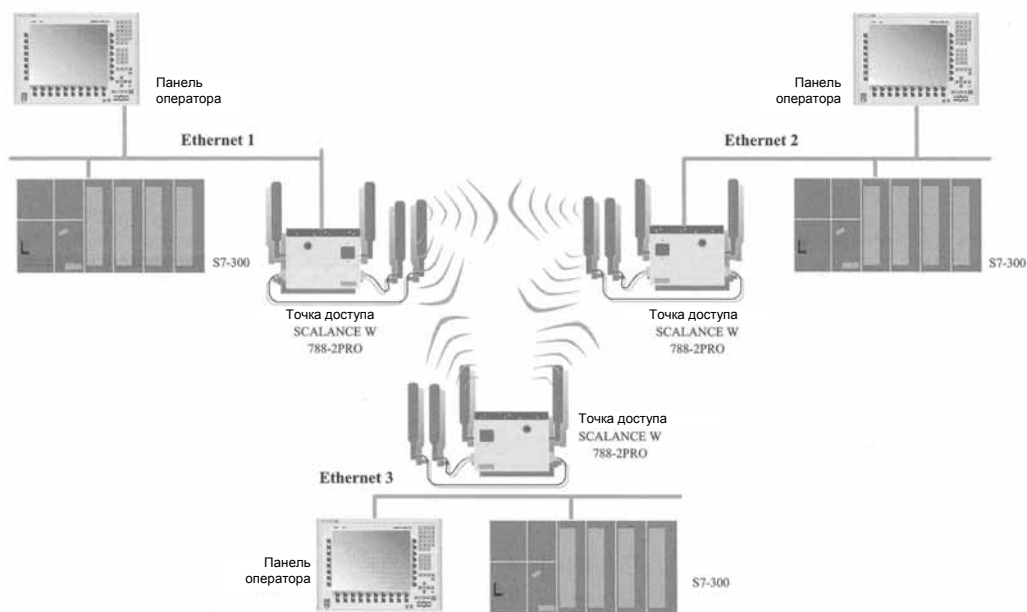

Рис. 7.17 Режим соединения "точка к точке" (Point-to-point mode) с использованием двойной точки доступа SCALANCE W788-2PRO
- Режим соединения "точка к точке" (Point-to-point mode): Для данного режима используются два радиоинтерфейса каждой двойной точки доступа SCALANCE W788-2PRO, что обеспечивает резервирование радиосети (реализация резервных сегментов с связующим деревом сети) (см. рис. 7.17). При отказе соединения радиосеть автоматически находит резервный сегмент. Такая организация сети обеспечивает повышенную надежность работы.